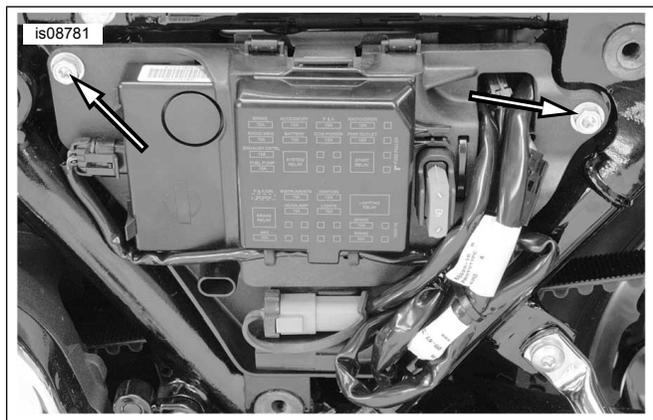
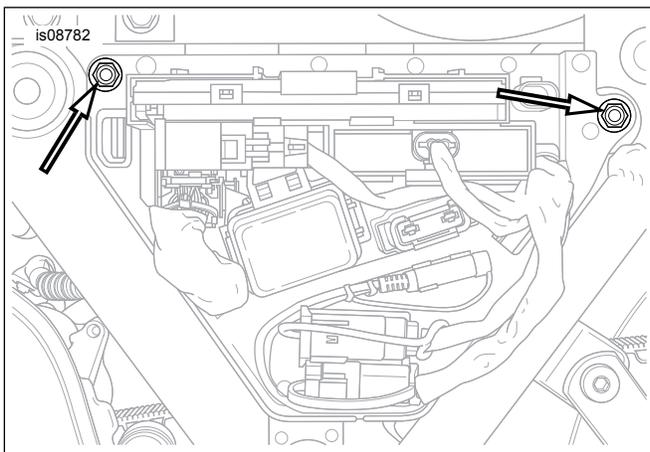

Figure 2. Retirez les vis du boîtier électrique (modèles FL 2010 à 2013)
Figure 3. Retirez les vis du boîtier électrique (modèles FL 2014 et ultérieurs)
15. **Modèles 2010 à 2013** : consultez Figure 2 . **Modèles 2014 et ultérieurs** : consultez Figure 3 . **TOUS les modèles** : Enlevez les deux vis qui fixent le boîtier électrique. Faites basculer le boîtier vers l'extérieur.